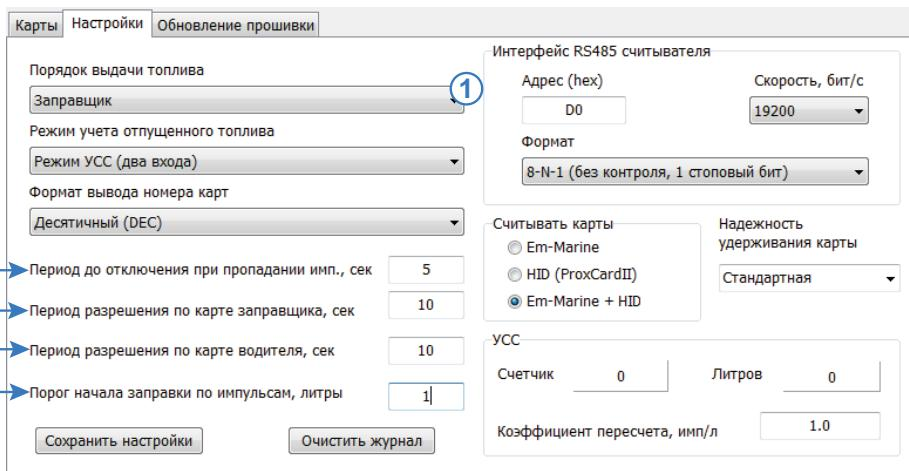

Рис.12. Настройка работы устройства.
1. Порядок выдачи топлива. Предусмотрены следующие способы выдачи топлива (Рис.12, п.1):
повторное разрешение заправки карточкой заправщика. Таймаут задается в секундах в поле «Период разрешения по карте заправщика, сек» (Рис.12, п.3).